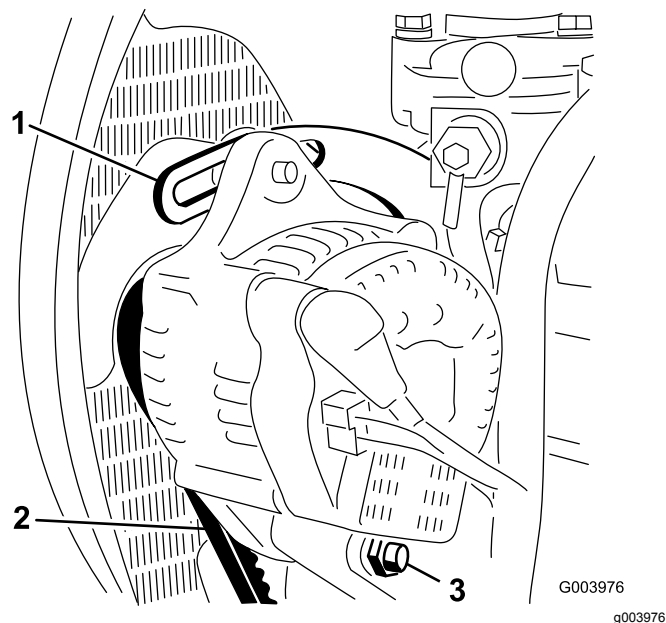

Figura 63
2. Verifique a tensão da correia do alternador, premindo-a (Figura 63) até meio caminho entre as polias do alternador e do cárter com uma força de 10 kg.
3. Desaperte o parafuso que segura a braçadeira ao motor (Figura 63), o parafuso que segura o alternador à braçadeira e o parafuso de articulação.